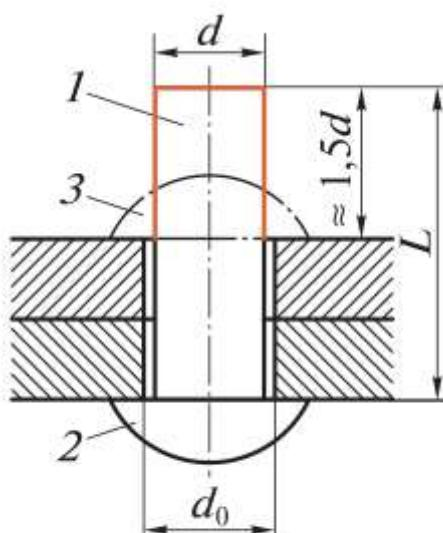

Рис. 28.1
**Клепанным** называется соединение деталей с применением заклепок — крепежных деталей из высокопластичного материала, состоящих чаще всего из стержня 1 и закладной головки 2; конец стержня расклепывается для образования замыкающей головки 3 (рис. 28.1).